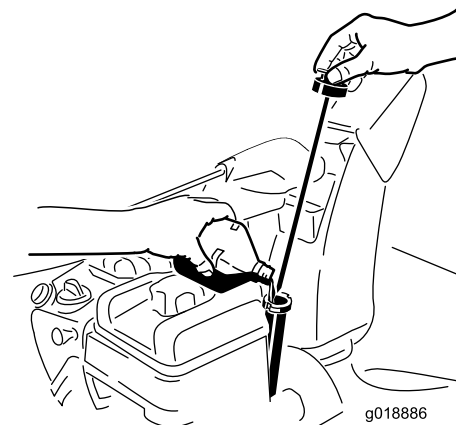

Figure 36
2. Ressortez la jauge et vérifiez le niveau d'huile (Figure 36). Faites l'appoint si le niveau est en dessous du repère "Add" sur la jauge. Voir Plein d'huile du carter moteur.